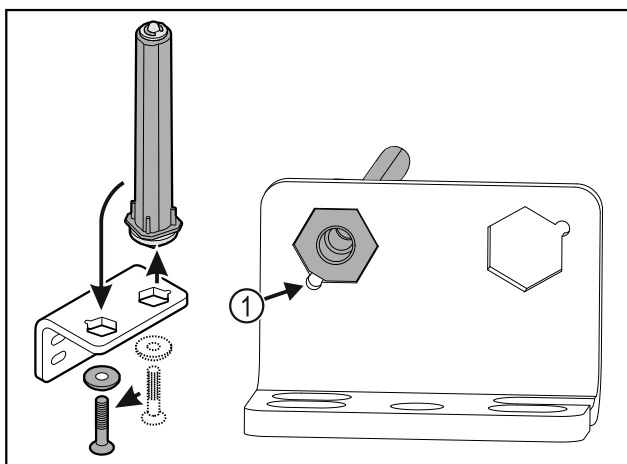

Fig. 39
- ▶ Observar que, al colocar, el bisel del perno Fig. 39 (1) apunte hacia el agujero redondo.